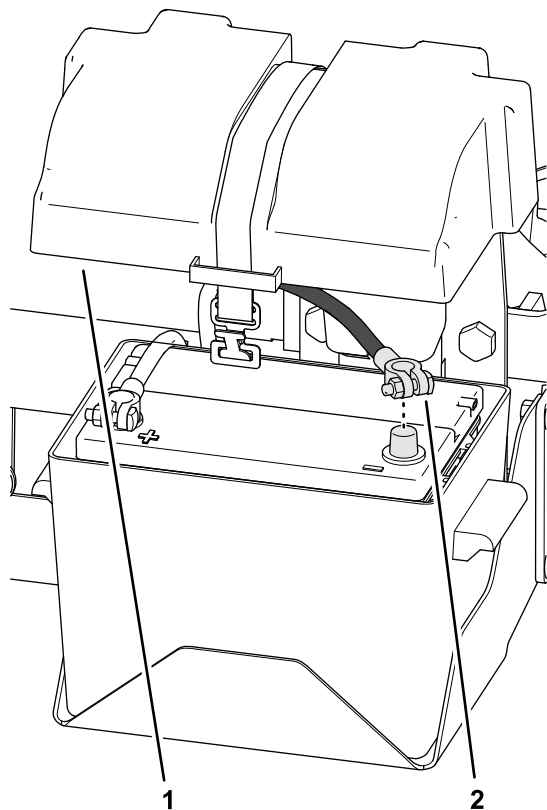

Figure 138
- Montez le câble négatif de la batterie sur la borne de batterie (Figure 138).
2. Placez le couvercle sur le compartiment de la batterie et bloquez-le avec la sangle (Figure 138).